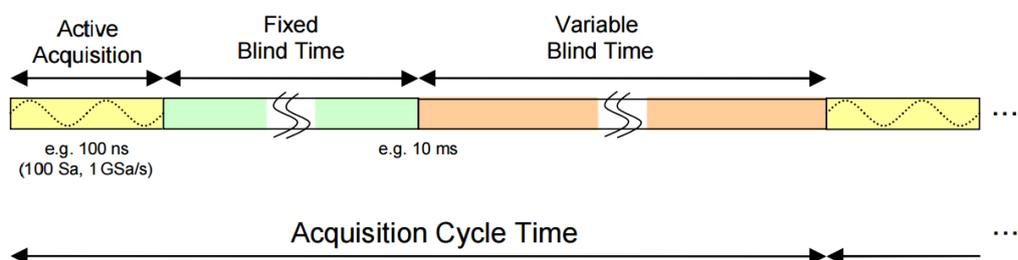

Abbildung 11 Aufnahmezyklus eines Oszilloskops
Abbildung 11 zeigt den Aufnahmezyklus eines Oszilloskops. Der feste Anteil der Blindzeit ist gerätespezifisch. Der variable Teil hingegen abhängig von den gewählten Aufnahme-, und Verarbeitungseinstellungen. In diesem Beispiel ist das Gerät zu 99.999% der Zeit mit der Verarbeitung der Daten beschäftigt. (4)